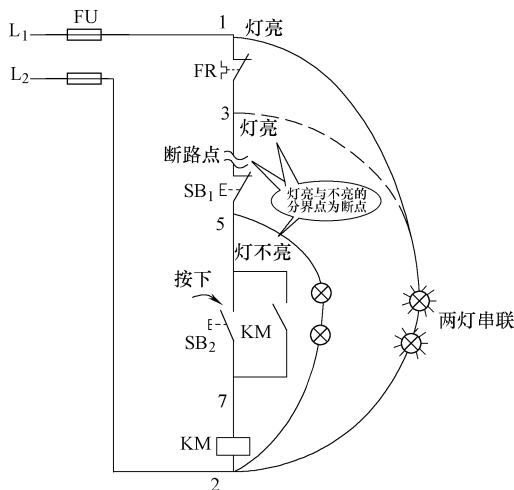

图 6-19 用校验灯跨接检查控制电路断路故障
2) 将校验灯的一端固定于线圈一端的 2 号线, 然后从线圈的另一端依次接触各触点、连接导线 (经过  $SB_2$  常开触点时, 应按下按钮  $SB_2$ ), 如图 6-19 所示。若跨接至某接线端时, 校验灯突然不亮, 则刚跨过的触点即为断路点。例如, 碰触 3 号线时灯亮, 而触及 5 号线时灯不亮, 则 3—5 线号中间, 即  $SB_1$  触点或其两端接线断路。